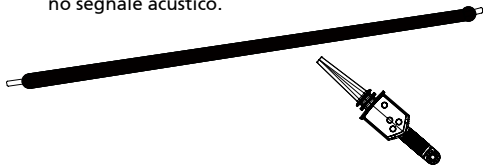

Fig. 1 Rilevazione di tensione in una linea
4. Posizionare il puntale della sonda del TIC 300 PRO vicino, ma senza che tocchi la linea a bassa tensione ($< 1000\text{ V}$). Vedi Fig. 1.